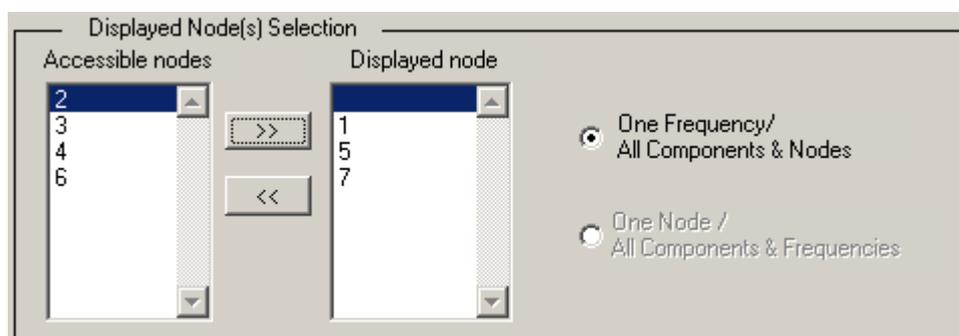

Рисунок. 4.3. Окно *Displayed Node(s) Selection*
3. Далее в окне *Displayed Node(s) Selection* (рис. 4.3) необходимо выбрать режим расчета *One Frequency / All Components & Nodes* или *One Nodes / All Components & Frequency*. В первом случае расчет выполняют на одной частоте входного синусоидального сигнала, но для всех компонентов и внутренних узлов схемы. Во втором случае – для одного узла, но всех компонентов и частот из заданного диапазона.